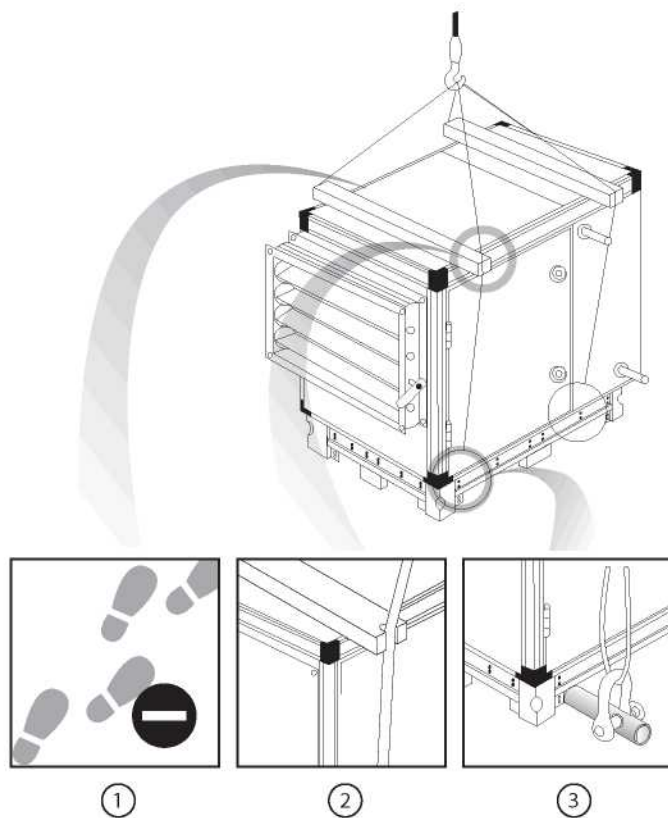

Рисунок 1-порядок работы крана
1. Если на базовой раме агрегата предусмотрены подъемные отверстия, то поднимать и переносить груз стропом (см. Рис. 1, Часть 3).
2. Если подъемные отверстия не предусмотрены, см. Рис. 1 Часть 4